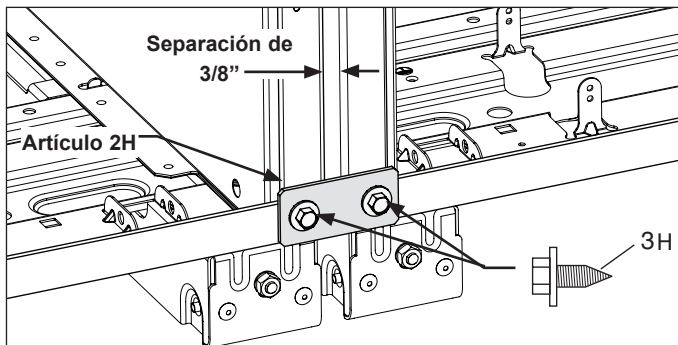

Figura 5
5. a. Una las unidades al asegurar el soporte de montaje en la parte posterior de las unidades con una llave de 3/8". (Consulte la Figura 5).